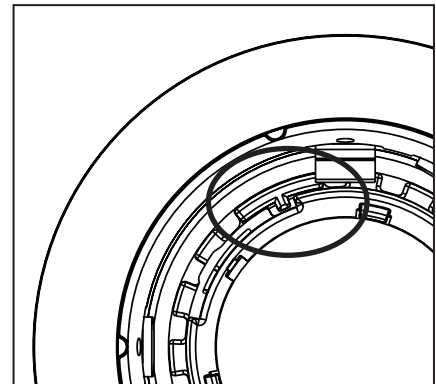

Figura 17
**Paso 4.** Alinee las pestañas en el dissipador de calor con las ranuras en el sujetador del óptico y presione el óptico en el accesorio. Gire el sujetador del óptico en el sentido del reloj para asegurar (Figura 17).